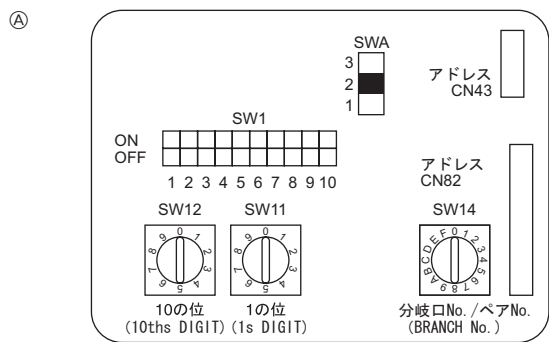

Fig. 6-4
6.5. Configuración de las direcciones (Fig. 6-4)
- ① Cómo ajustar direcciones
6.6. Determinación de la temperatura ambiente con el sensor incorporado en un mando a distancia (Fig. 6-4)